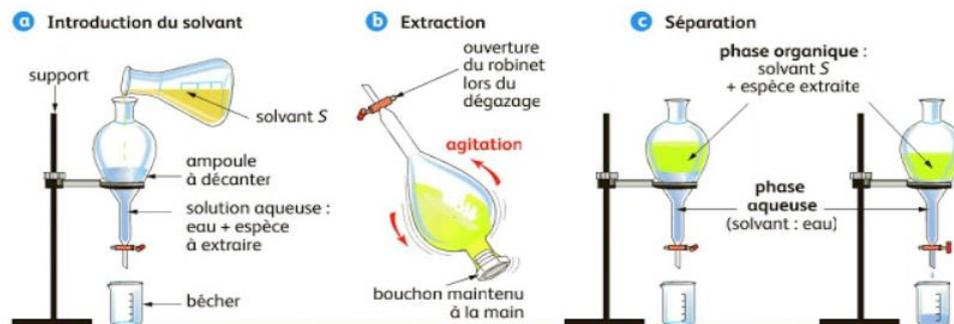

Figure 4
-Une extraction liquide-liquide (voir figure 4).